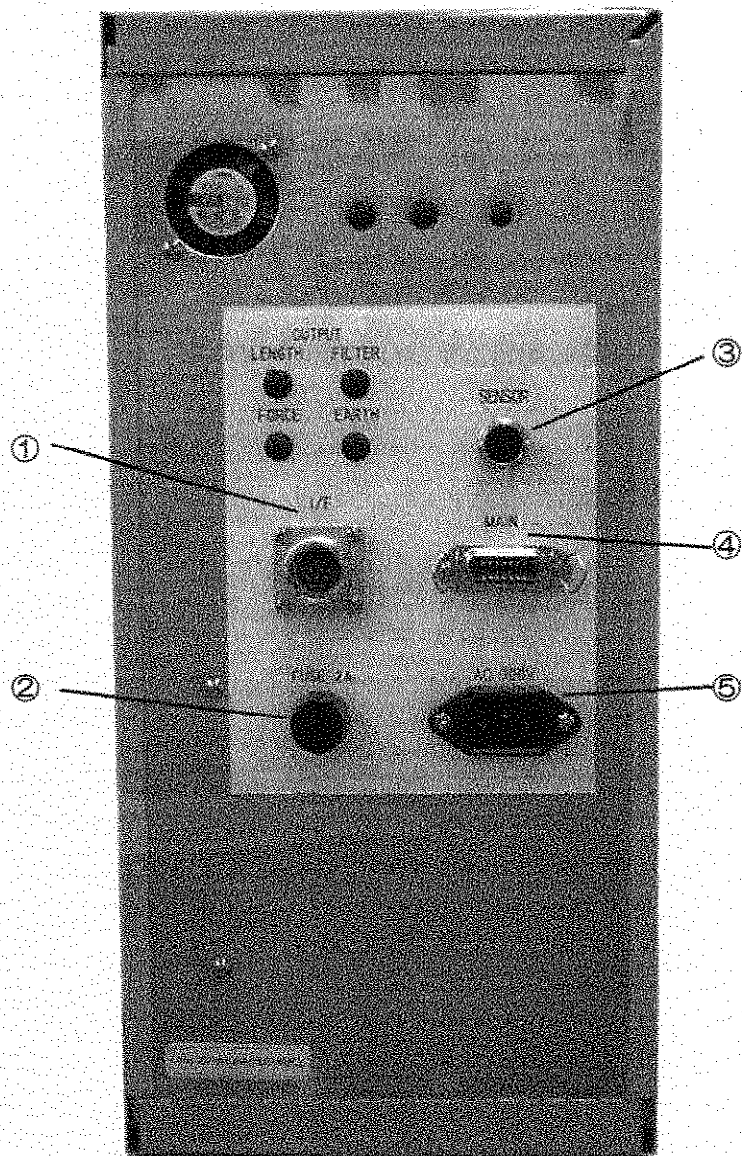
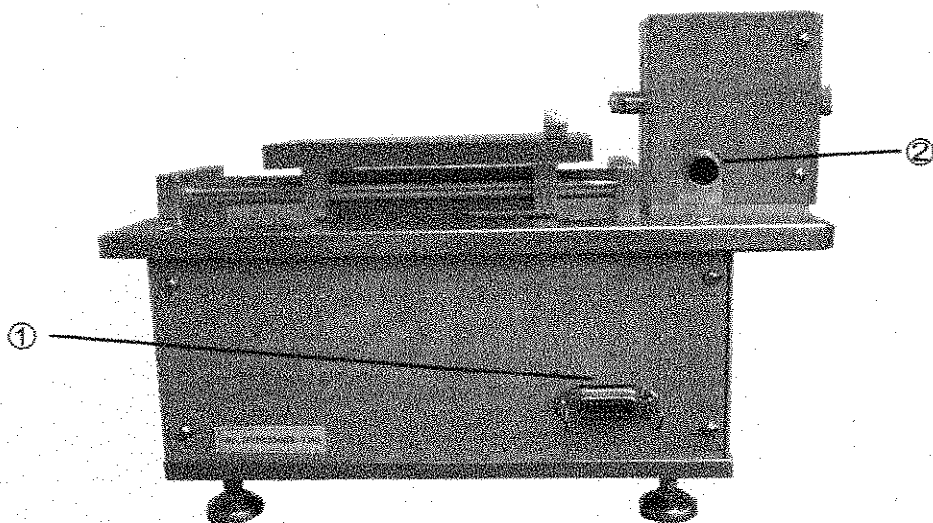

図 2 電子アンプ (背面)
図 4 測定装置本体（背面）
① I/F (コンピュータでデータを取り込む場合に使用します。)
② FUSE (2A)
③ SENSOR (図 4の②と接続します。)
④ MAIN (図 4の①と接続します。)
⑤ AC 100V (交流100Vと接続します。)
- ① MAIN（図 2の④と接続します。）
- ② SENSOR（図 2の③と接続します。）
2. 測定装置本体と電子アンプを専用接続コードで接続します。接続方法は、“2. 各部の名称と機能”の図 2・図 4を参照してください。電源コードをAC 100Vのコンセントに差し込んでください。
コンピュータの“KES計測システム”を使用する場合は、コンピュータと接続した専用インターフェースからの12ピン接続ケーブルを電子アンプ背面のI/Fコネクタ（図 2の①）に接続します。“KES計測システム”の使用方法については、“KES計測システム”の取扱説明書を参考にしてください。